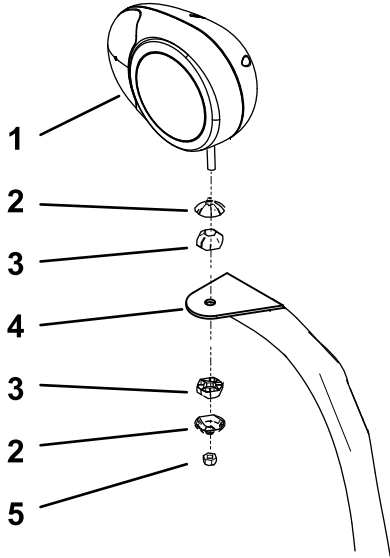

Figura 3
5. Sujete los faros derecho e izquierdo a los soportes de los faros (Figura 3) con las fijaciones suministradas con los faros.